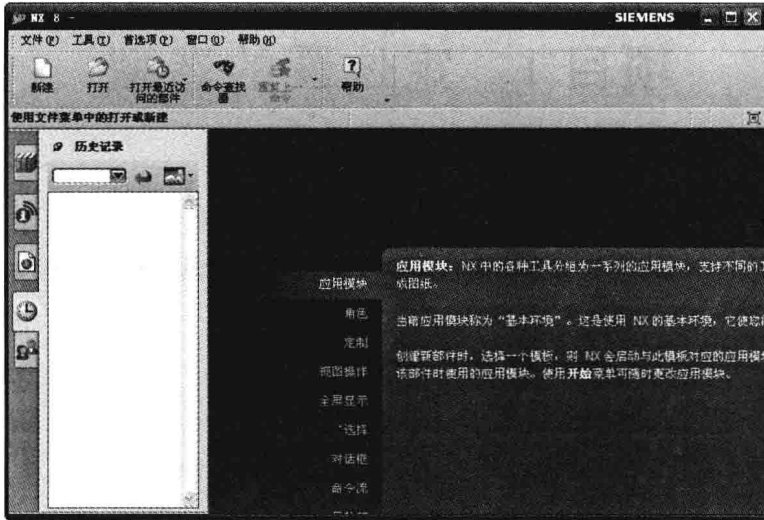

图 1-3 NX 8 工作界面
(1) 启动 NX 软件。在 Windows 窗口依次单击【开始】|【所有程序】| Siemens NX 8.0 | NX 8.0 将启动 NX 软件,弹出 NX 8 的初始界面,稍等片刻后系统将自动进入 NX 8 工作界面,如图 1-3 所示。